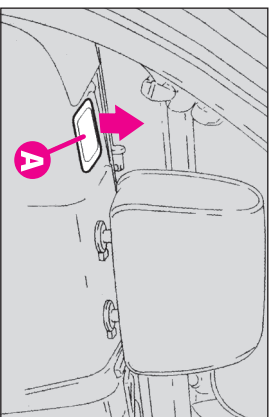
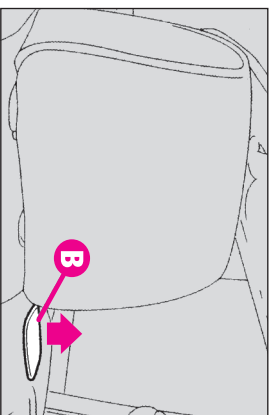

fig.43
fig.44
-Ridicați clapeta (A-fig. 43) din partea dreapta și clapeta (B-fig. 44) care blochează spătarele.